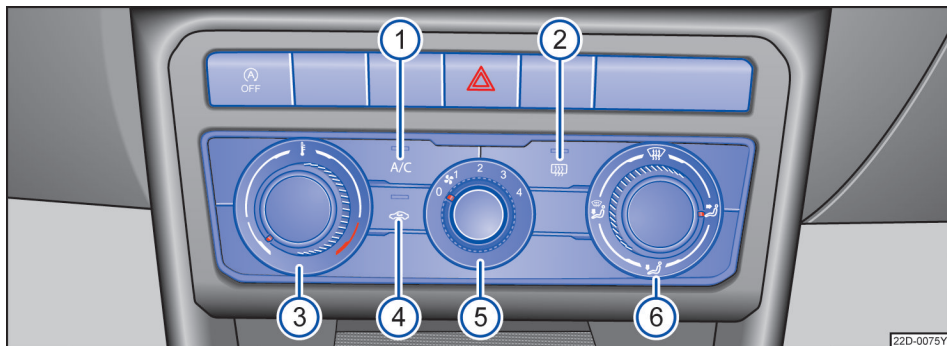

图 86 中控台上：电子手动空调的操作元件
- 按压按钮  → 图 86 ④，即可打开或关闭空气内循环模式。如果此按钮中的指示灯亮起，说明其处于打开状态。